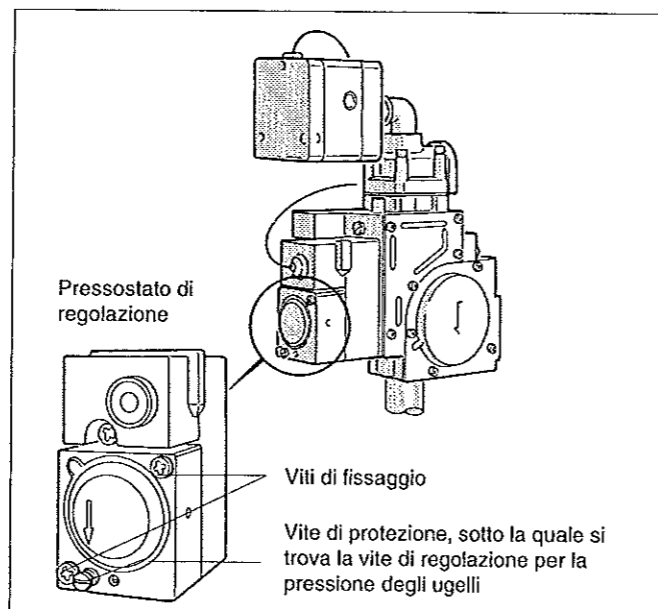

Fig. 33: Pressostato di regolazione "Honeywell" VR 4905
- ⊛ Togliere il pressostato di regolazione svitando le due viti (Fig. 33).
In caso di una operazione di adattamento da gas liquido a gas metano va dunque eseguita anche l'operazione di cui al punto 7 del protocollo della messa in esercizio, la taratura della quantità nominale di gas. Usare il «Metodo della pressione ugelli». Per i valori di regolazione ci si basi sulla tabella 9; vite di regolazione cf. Fig. 33.